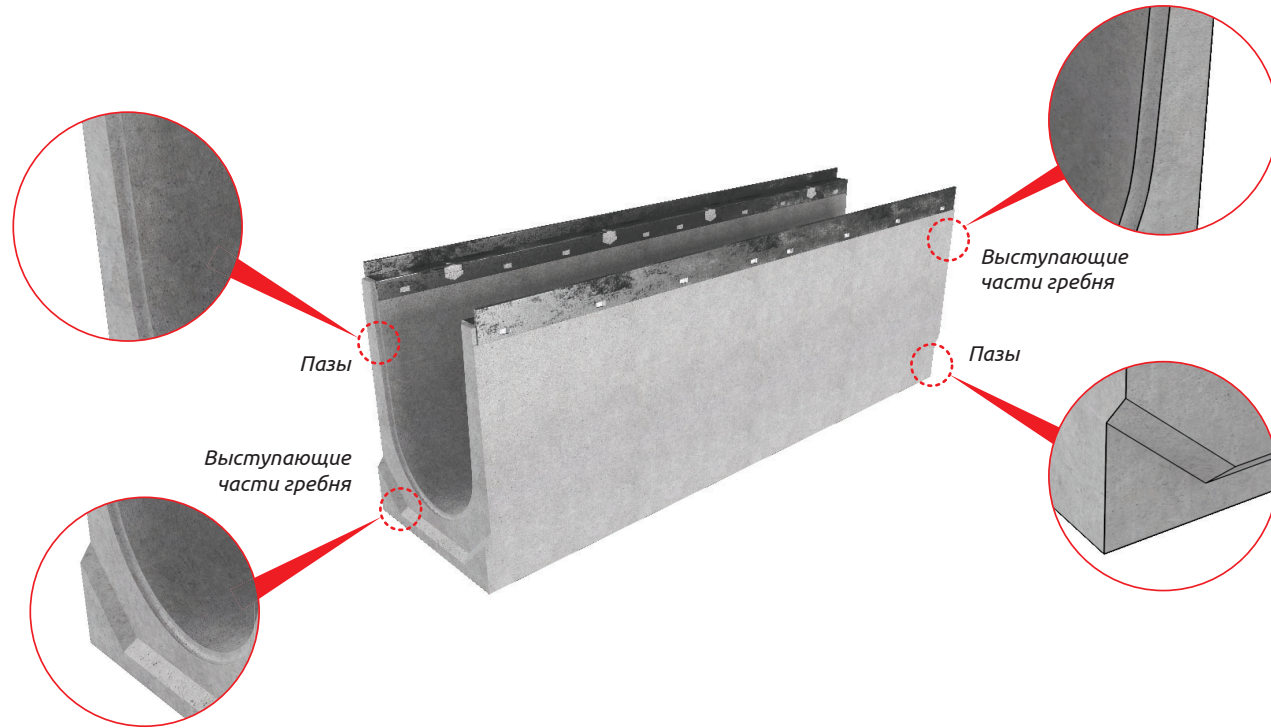

Рис. 10. Элементы пазогребневого соединения.
7.1.7 Стыковка лотков происходит по пазогребневому соединению (Рис. 10). После установки лотка следует проверить его положение по высотным отметкам с четырех сторон по верху.